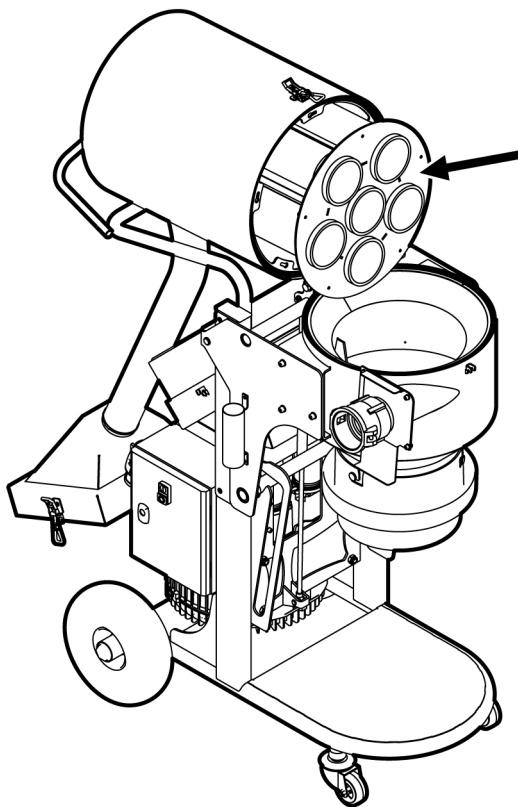

Figure 5-2. Remplacer la cassette à filtres à manche
2. Dégagez la cassette toute entière, voir Figure 5-2, page 27.